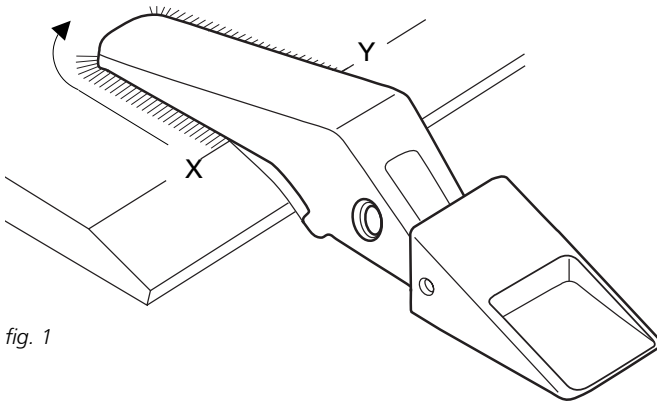

fig. 1
- 3 Es conveniente empezar la soldadura en los puntos X e Y (indicados en la fig. 1) para asegurar que los defectos de la soldadura que se producen al inicio de los cordones puedan ser eliminados.